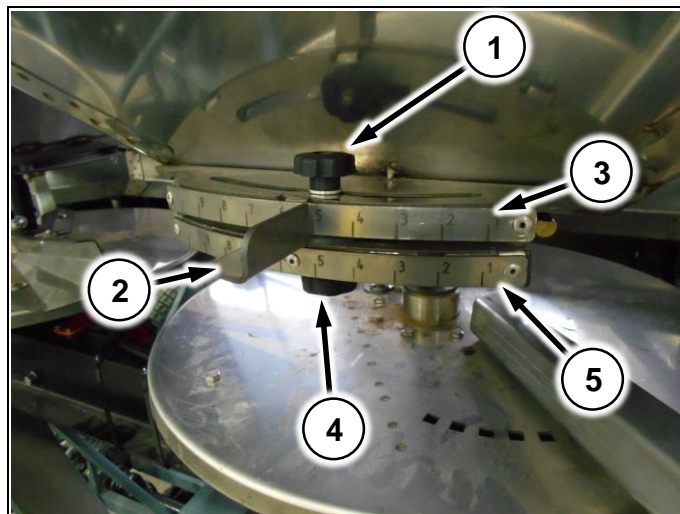

Рис. 83
Для изменения точки подачи удобрений на диск, ослабьте барашек (Рис. 83/1) и перемещайте заслонку (Рис. 83/2) в нужном направлении, контролируя положение по верхней шкале (Рис. 83/3). После установки нужного положения, зафиксируйте барашек.
2. Для установки считанного положения, ослабьте барашек (Рис. 83/4) и перемещайте нижний шибер в нужную сторону, контролируя значение по нижней шкале (Рис. 83/5). После установки нужного положения, зафиксируйте барашек
|  | <p>Последовательно перемещайте заслонку (Рис. 83/2) в направлении от 9 к 1 шагами по одному делению</p> |
|  | <p>Последовательно перемещайте заслонку (Рис. 83/2) в направлении от 1 к 9 шагами по одному делению</p> |